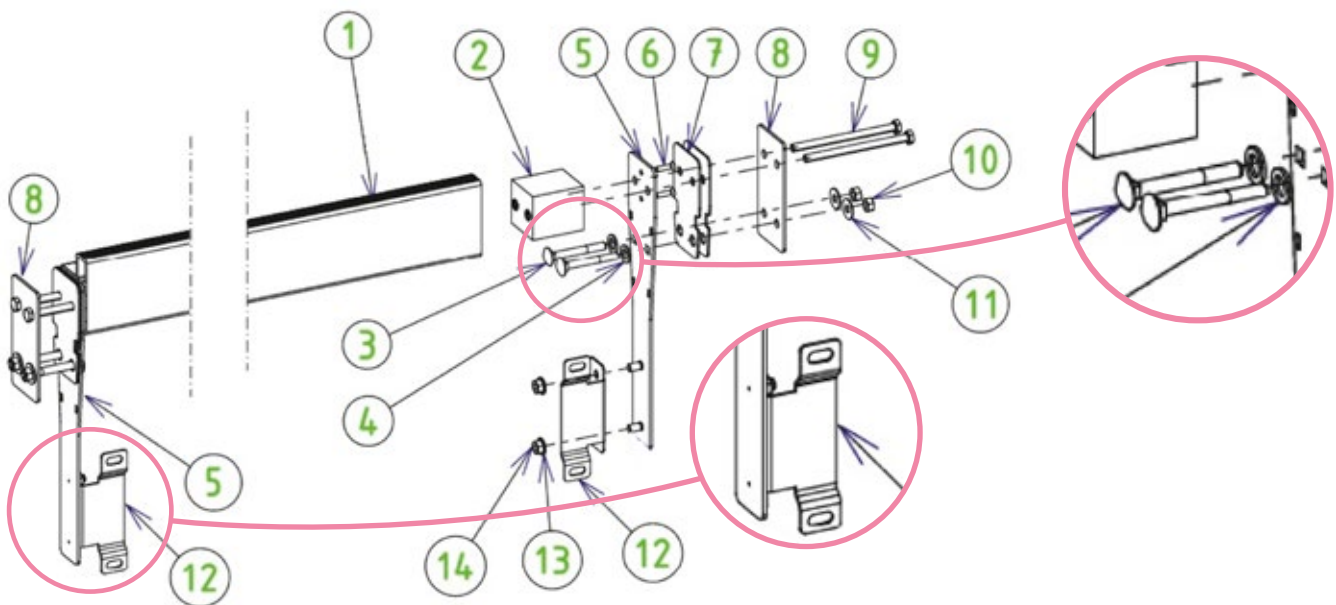

Abbildung 42 – Montage und Installation des Trägers
Die einzelnen Schritte für die Montage des Trägers/ Balkens sind in *Abbildung 42* gezeigt. Die zur Montage erforderlichen Schrauben finden Sie in Beutel Y. In der Abbildung befindet sich die Holzwand zwischen den Teilen 7 und 8, die Folie ist zwischen den beiden Gummi-Dichtungsplatten (7) eingezwängt.
- Kleben Sie die beiden verbleibenden Gummidichtungen an die Trägerplatten (5) und zwar gegenüber der Gewindestangen (die anderen beiden Dichtungen wurden am Holz angebracht, bevor die Folie eingepasst wurde). Achten Sie darauf, dass die Löcher in der Dichtungsscheibe (7) mit den Löchern der Trägerplatten (5) übereinstimmen.
- Von der Innenseite des Pools her führen Sie vier Flachrundschrauben, 8 x 70 aus Edelstahl A4 (3) mit 8 mm Gummidichtungen ein und dann, von der Außenseite des Pools her, montieren Sie Unterlegscheiben (11) und 8 mm Edelstahl-Muttern A4 (10).
- Die Löcher, die gemäß Abschnitt 9.2 oben in die Poolwand gebohrt wurden, müssen den verbleibenden 8-mm-Löchern in der Trägerplatte (5) und den Seitenplatten (8) entsprechen.
- Befestigen Sie die beiden Winkel (12) mit Hilfe von 4 Muttern (14) und vier 8 mm Edelstahl-Unterlegscheiben A4 (13) an den Trägerplatten (5). Die herausstehenden Teile der Winkel (12), die eine Einkerbung haben, müssen an der dem Skimmer und der Achse gegenüberliegenden Seite sein (siehe vergrößerte Ansicht der Winkel (12) in *Abbildung 42*).
- Schieben Sie die Polyamid-Blöcke (2) mit einem Hammer in beide Seiten des Trägers/ Balkens (1); achten Sie dabei darauf, dass die Messingeinsätze der Polyamid-Blöcke in Richtung Innenseite des Balkens ausgerichtet sind.
- Montieren Sie den Träger/ Balken auf dem Pool und zwar den Trägerplatten (5) zugewandt ; achten Sie dabei darauf, dass die Löcher in den Platten (5) und Seitenplatten (8) aufeinander abgestimmt sind. Von der Außenseite des Pools her befestigen Sie den Träger mit Hilfe von vier Edelstahl-Schrauben A2, 8 x 120, an der Außenseite des Pools.
Befestigen Sie schließlich die Trennwand auf den Winkeln (Teil 12 in *Abbildung 42*) mit vier Senkkopfschrauben (7) 8 × 16, vier Unterlegscheiben und vier Muttern von 8 mm Durchmesser aus A4 Edelstahl.